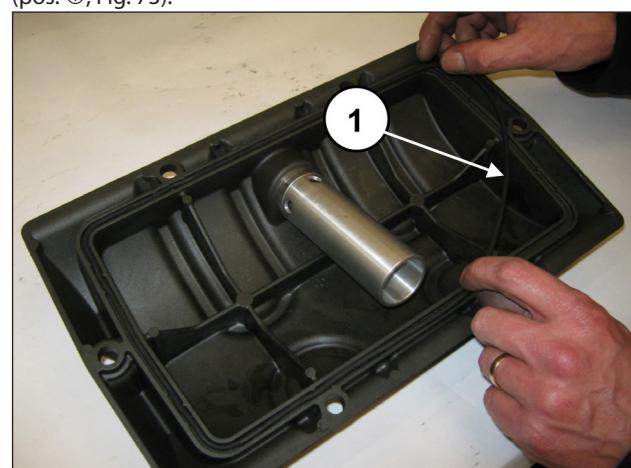
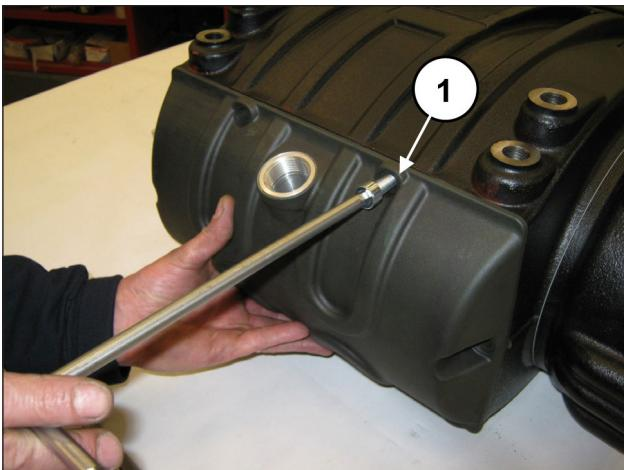

Fig. 72
Fig. 73
Insira o anel circular na tampa traseira (pos. ①, Fig. 72) e monte a tampa no cárter usando os 6 parafusos M10x30 (pos. ①, Fig. 73).